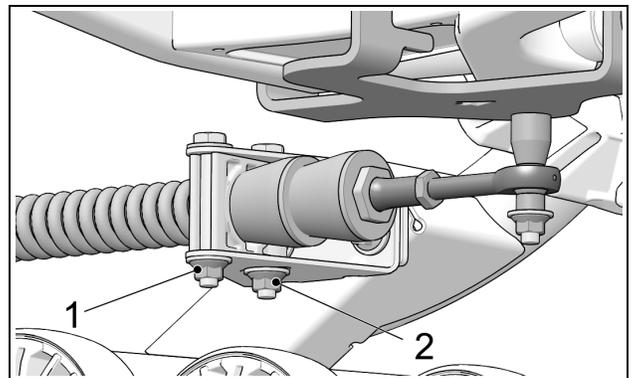

Abbildung 20
- Schrauben (1) und (2) des Verdrehungsbügel mit einem Anzugmoment von 50 N•m [37 lb•ft] wieder festziehen. Siehe Abbildung 20.